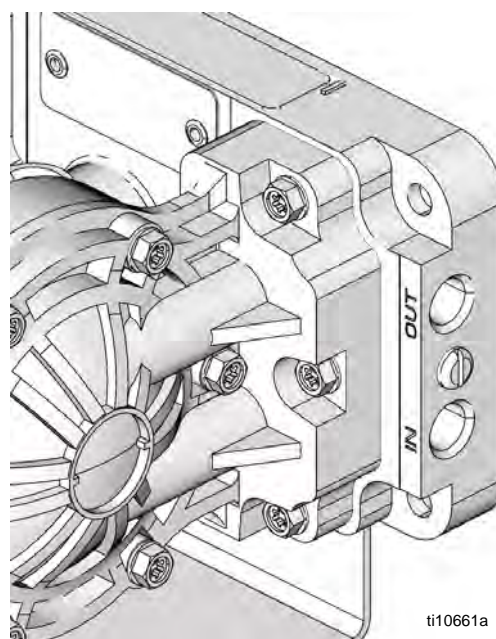

FIG. 3
Use mangueiras flexíveis de fluido para linhas de entrada e saída de fluido. Em cada extremidade da tubagem de líquido existe uma porta de entrada (IN) e uma porta de saída (OUT). FIG. 3. **NOTA: Certifique-se de que a porta OUT na tubagem do líquido está montada.** Desta forma, garante a ferragem adequada da bomba. **As linhas de entrada e de saída do líquido podem ser ligadas na mesma extremidade ou em extremidades opostas da tubagem.** Portas de fichas que não são utilizadas (fichas fornecidas).